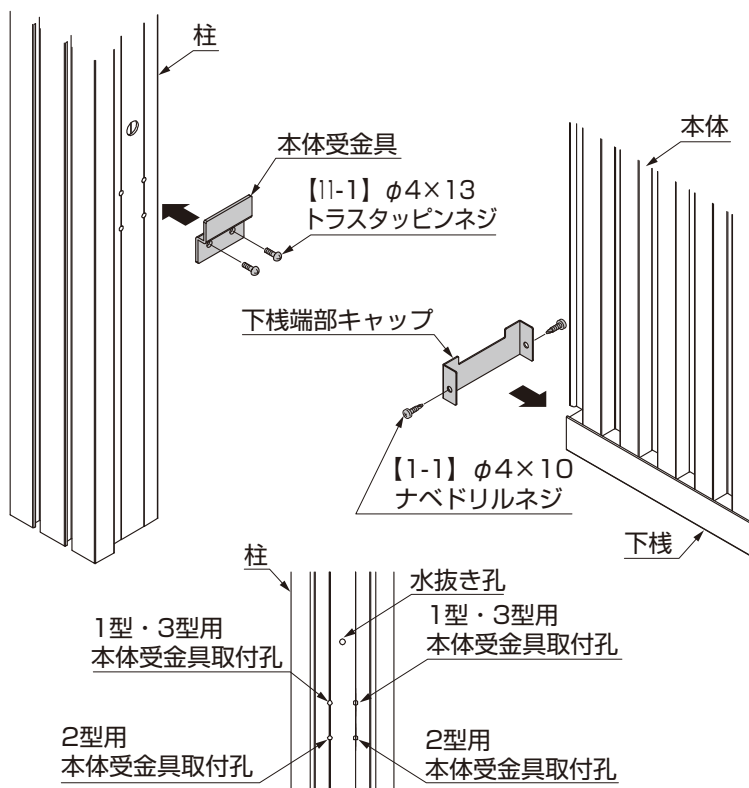

図4-1
- 1型・3型用、2型用で取付位置が違います。(図4-1参照)